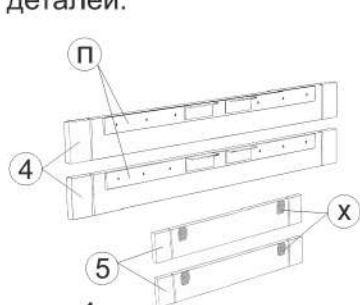

рис.1
3. С помощью саморезов (к) крепим механизмы (п) к царгам (4) как показано на рисунке 1, ориентируясь на наколки.
4. С помощью саморезов (к) крепим ролики (х) к царгам (5), см. рис. 1, ориентируясь на наколки.